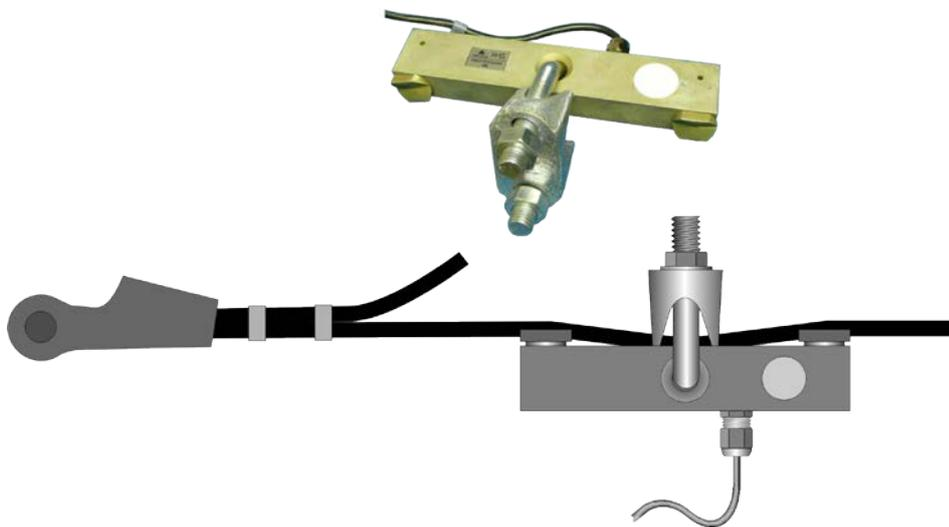

Рис. 5
6.5. Датчик веса, Рис.5, преобразует усилие, создаваемое в грузовом канате массой поднимаемого груза, в электрический сигнал. В данной модификации АС-АОГ-01м+ используется один датчик веса, размещенный на мертвом конце грузового троса маневрового гуська.